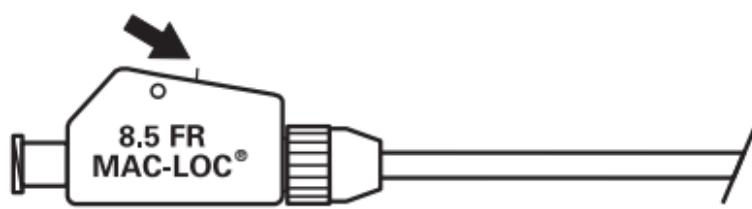

Fig. 3
c. Couper la longueur excédentaire de la suture. (**Fig. 3**)